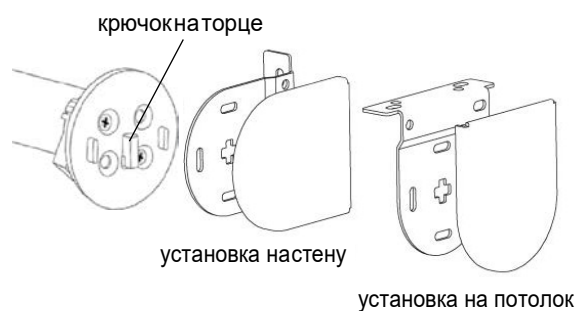

Рис. 4. Установка изделия в кронштейны
4. Установить фиксатор (1) на один конец троса (2) и закрутить винт. Вставить свободный конец троса в паз кронштейна для боковой фиксации и продеть его до конца. Повторить операцию со вторым тросом.
5. Продеть тросы через крышки (3) в рейке нижней с двух сторон.
- при монтаже на стену разметить предполагаемые места установки опор-кронштейнов (6) для боковой фиксации;
- при монтаже на пол/потолок разметить предполагаемые места установки опор (5) для боковой фиксации.
9. Вставить фиксаторы в крышки опор (4), крышки опор вставить в опоры.
10. Вставить трубу в кронштейн со стороны вывода провода таким образом, чтобы крючок на торце был направлен вертикально вниз (Рис.4). Вставить изделие во второй кронштейн с другой стороны. Для модели День-ночь сначала устанавливать дальнее изделие, затем ближнее.